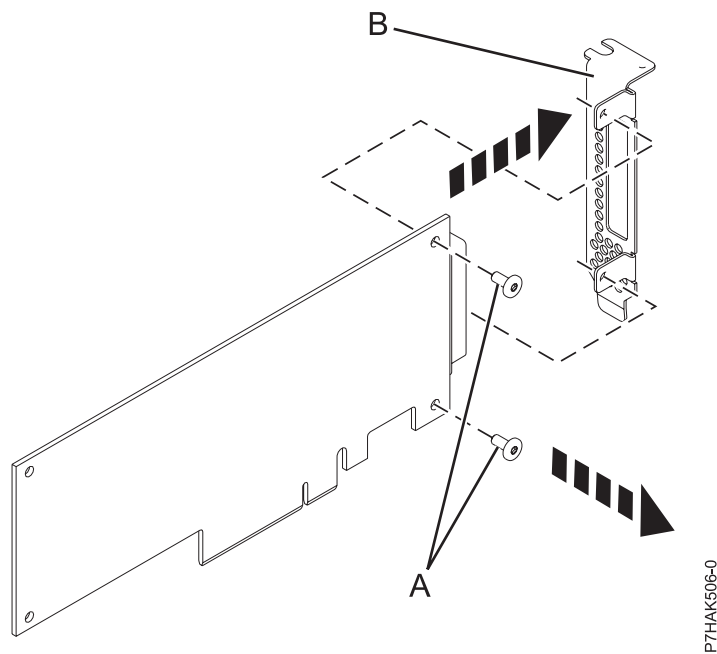

Abbildung 10. Kurzen Haltesteg aus dem fehlerhaften PCI-Adapter ausbauen
4. Entfernen Sie mit einem Kreuzschlitz-Schraubendreher die beiden Schrauben **(A)**, mit denen der Haltesteg **(B)** am fehlerhaften PCI-Adapter befestigt ist (siehe Abb. 10 auf Seite 24).